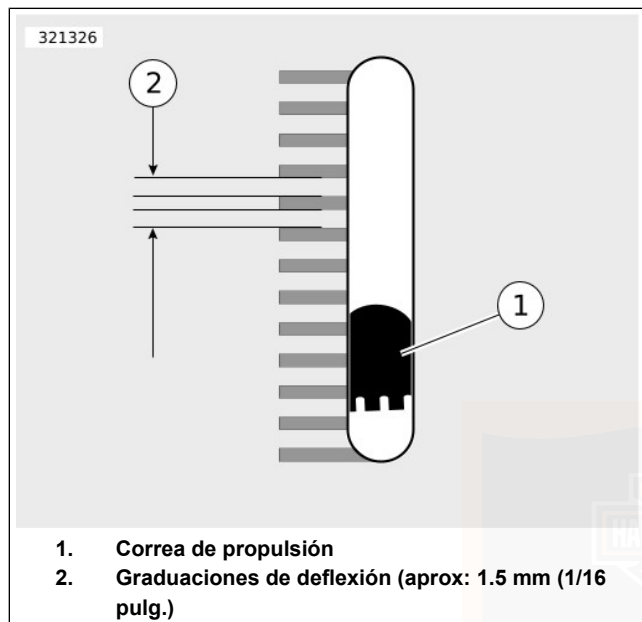

Figura 32. Ventana de la deflexión de la correa
- a. Deslice el o-ring (4) hacia la marca de cero (3).
- b. **Modelos equipados con ventana de la deflexión de la correa:** ajuste el apoyo de la correa (2) contra la parte inferior de la correa de propulsión, en línea con la ventana de la deflexión de la correa.
- c. **Todos los demás modelos:** ajuste el apoyo de la correa (2) contra la parte inferior de la correa de propulsión, en el punto intermedio entre las poleas de propulsión.
- d. Presione hacia arriba la perilla (6) hasta que el o-ring se deslice hacia abajo hasta la marca de 4,54 kg (10 lb) (5) y sujételo firmemente.
- a. **Modelos equipados con ventana de la deflexión de la correa:** vea Figura 32. Mida la deflexión de la correa de acuerdo con lo visto a través de la ventana de observación, mientras sostiene el indicador para que no se mueva. Cada graduación de la deflexión es de aproximadamente 1,6 mm (1/16 in)